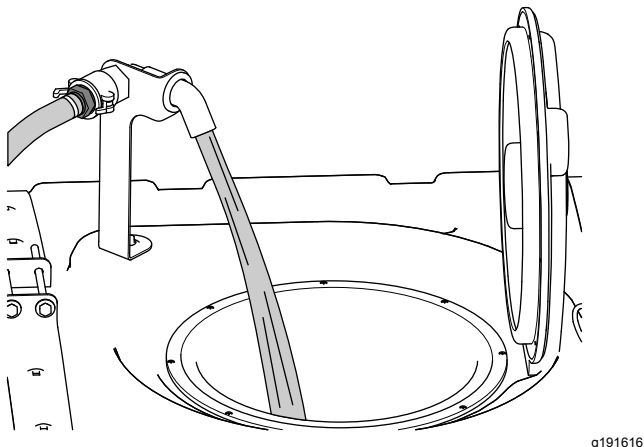

Figure 27
- Ajoutez les trois quarts de l'eau nécessaire dans la cuve du pulvérisateur (Figure 27).